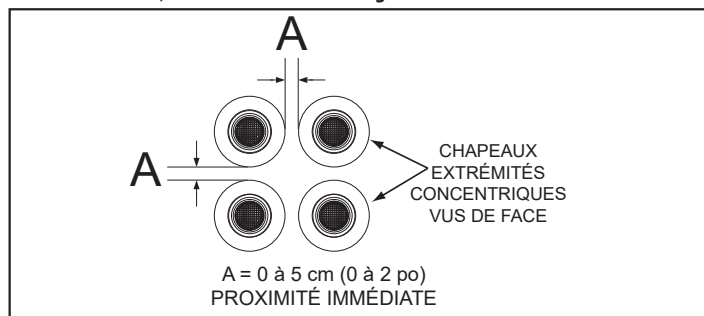
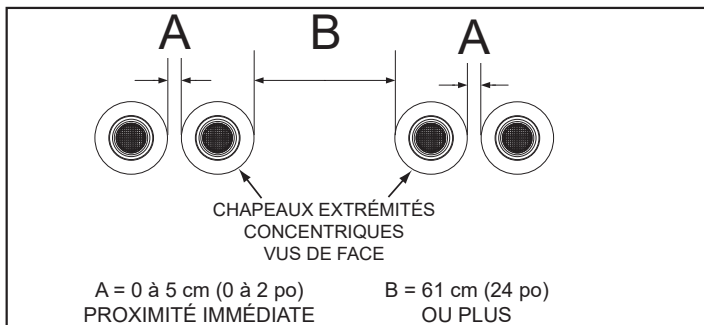

Figure 47. Quatre extrémités concentriques - Proximité immédiate
Figure 48. Quatre extrémités concentriques en ligne
1. Lors de l'installation de quatre bouches concentriques à travers un toit ou une paroi latérale à proximité immédiate, elles peuvent être agencées en rangs superposés de deux comme à la **Figure 47** ou en rangs latéraux de deux comme à la **Figure 48**.
2. Un maximum de quatre bouches concentriques peuvent être installées dans un groupe où toutes les bouches sont à proximité immédiate, comme illustré à la **Figure 47**.
Quatre bouches concentriques peuvent être installées à proximité immédiate comme illustré à la **Figure 51**. Voir l'information détaillée sur les dégagements et les autres dispositions possibles à la **Figure 47** (page 44) et la **Figure 48** (page 44).